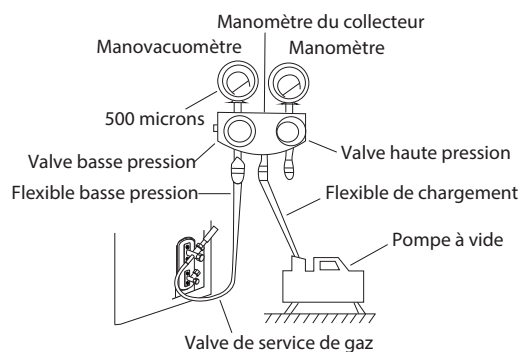
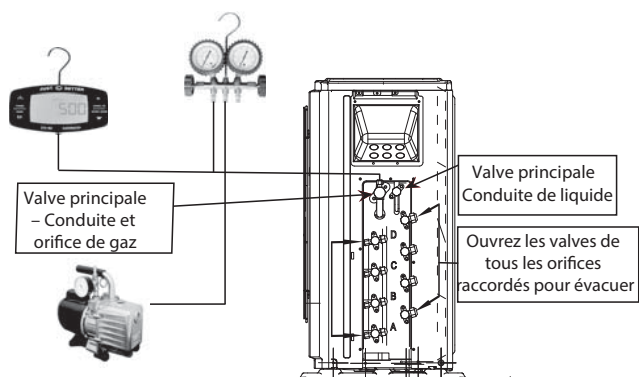

Figure 26 – Manomètre du collecteur
Figure 27 – Tailles du collecteur – Capacités 24 à 48
3. Capacité 18 – Raccordez le manomètre du collecteur (côté basse pression) à la valve individuelle de service (orifice 5/16, utilisez l'adaptateur pour un flexible de 1/4 po) pour évacuer chaque circuit. Capacités 24 à 48 – Raccordez le manomètre du collecteur (côté basse pression) à la valve principale de service (orifice 5/16, utilisez l'adaptateur pour un flexible de 1/4 po) pour évacuer tous les circuits en même temps (voir Figure 27).
4. Raccordez le flexible de chargement à la pompe à vide (voir Figure 26).
5. Ouvrez (complètement) la valve de basse pression du manomètre du collecteur (voir Figure 26 pour capacité 18 et Figure 27 pour capacités 24 à 48).